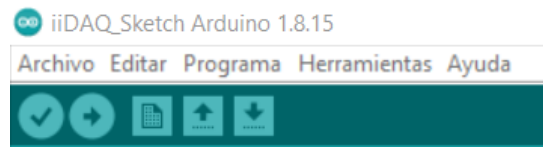
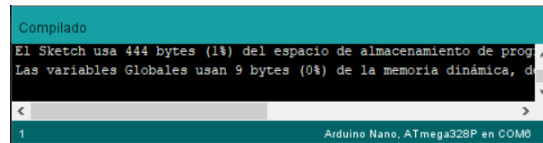

Figura 3.6: Barra para verificación y compilación del programa *iiDAQ_{sketch}*.
Figura 3.7: Aviso de compilación exitosa.
- En la esquina superior izquierda se muestra una barra de herramientas (Figura 3.6). Para subir el programa al sistema, dar clic en el botón de *Verificar*, lo que permitirá de cierta manera compilar el programa y revisar que no existan errores. Estará listo cuando en la parte inferior aparezca el siguiente mensaje: *Compilado*, tal como se muestra en la Figura 3.7.